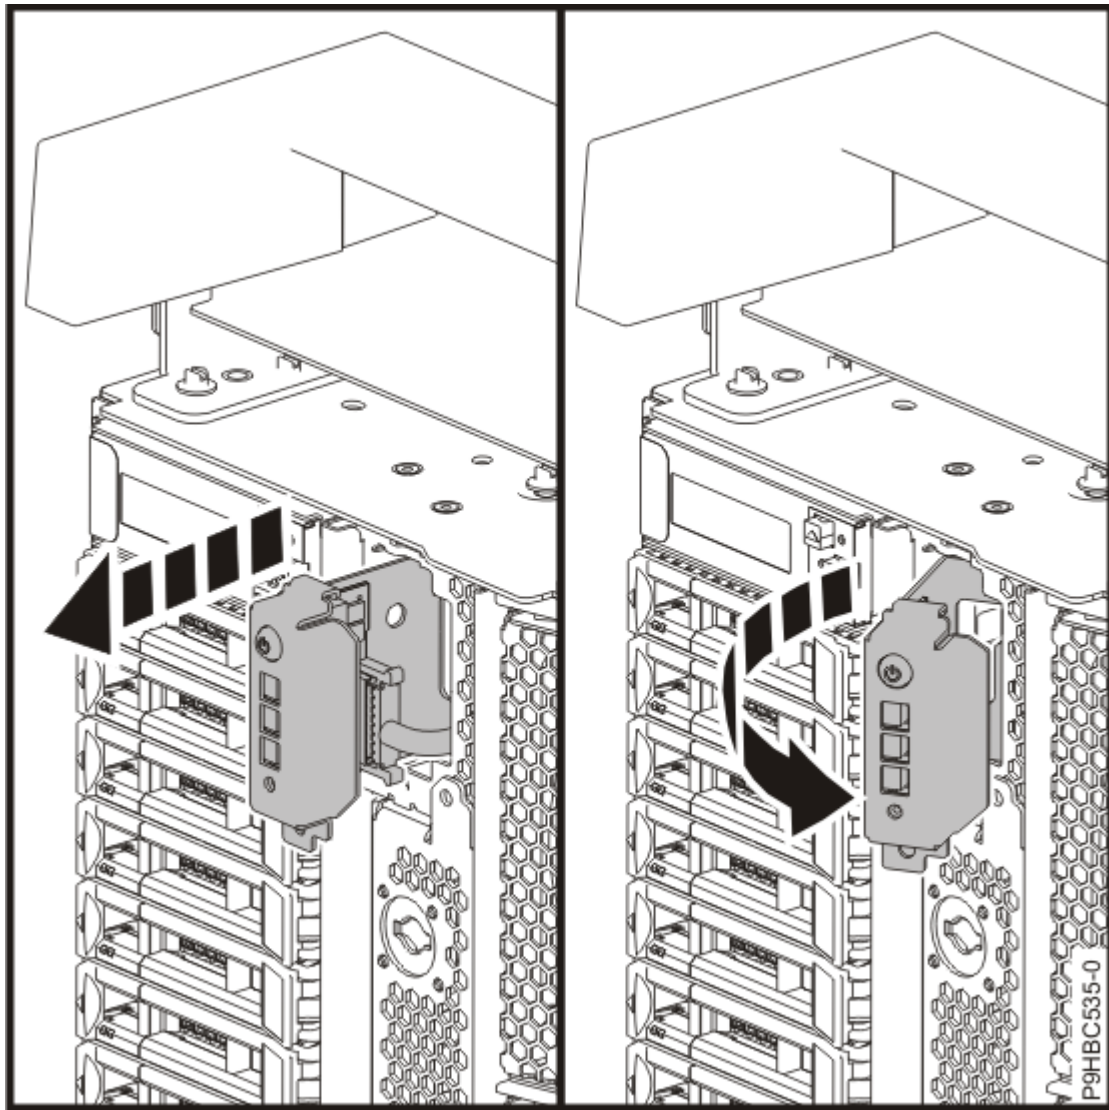

図 18. スタンドアロン・システムからのコントロール・パネルの取り外し
b) コントロール・パネルを左に回転させて、システムから取り外します (20 ページの図 18 を参照)。